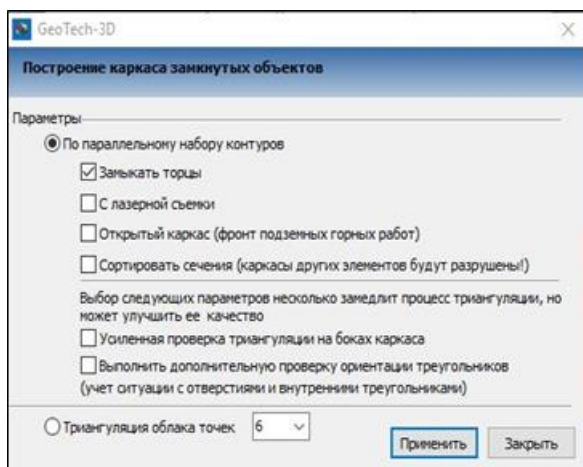

Рис. 8.3. Ввод параметров замкнутой модели рудного тела
3.1. Нажмите команду **Построить/отобразить каркасную модель** . Введите параметры согласно рис. 8.3 и нажмите **Применить**.